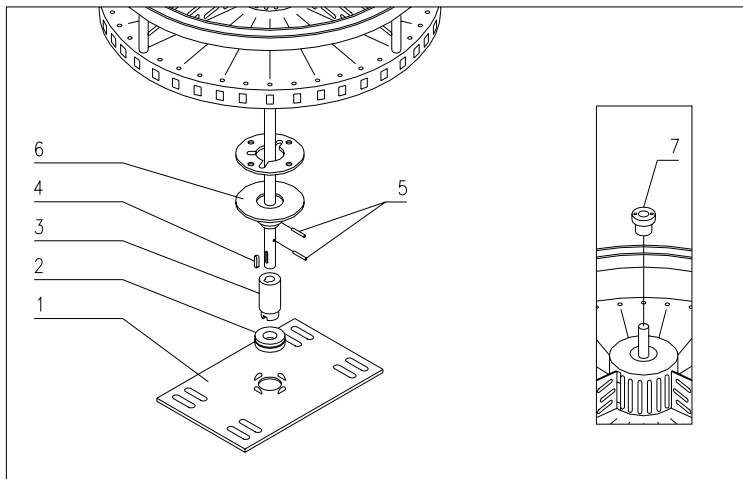

FIG. 12
- 6) Dévisser la plaque porte-palier et enlever tous (part. no.1, no.2, no.3 FIG. 12). Faire des points de repère autour de la plaque pour pouvoir ensuite remonter cet ensemble dans la position originale.
- 7) Déplacer la colonne vers le bas de la machine à fin que l'arbre de cette dernière sorte de la coquille en plastic (part. 7 FIG. 12).
- 9) Enlever la clavette (part.4 fig.12), les chevilles (part.5 FIG. 12) qui fixent les moyeux d'entraînement (part.6 FIG. 12) et extraire les plateaux.